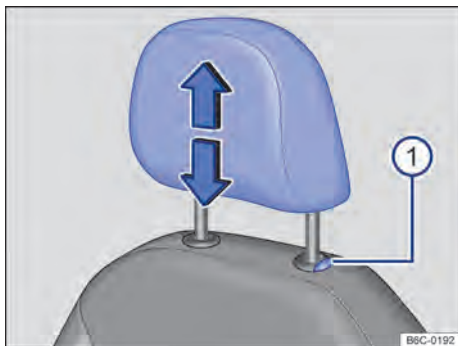
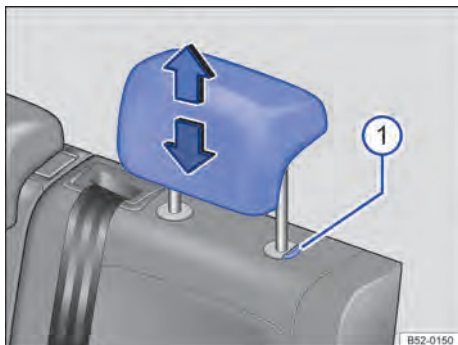

Fig. 70 Apoio para cabeça dianteiro: ajustar.
Fig. 71 Apoio para cabeça traseiros: ajustar.
- Deslocar o apoio para cabeça para cima ou para baixo na direção da seta com o botão → Fig. 70 ① ou → Fig. 71 ① pressionado → ⚠️ em *Introdução ao tema* na página 90.